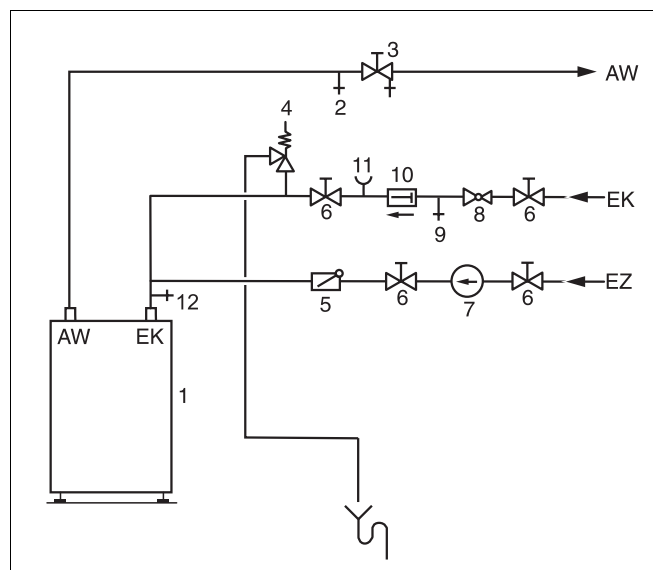

Fig. 2 Installation (Schéma de principe)
- Monter la vanne d'aération et de purge (fig. 2, **pos. 2**) sur la conduite d'ECS avant le robinet d'arrêt (fig. 2, **pos. 3**).
- Une plaque signalétique doit être placée sur la soupape de sécurité (fig. 2, **pos. 4**) avec l'inscription suivante : "Ne pas fermer la conduite d'échappement. Pour des raisons de sécurité, de l'eau peut s'écouler pendant que le chauffage est en marche."
- Vidanger le reste de la tuyauterie par le robinet de vidange (fig. 2, **pos. 12**).